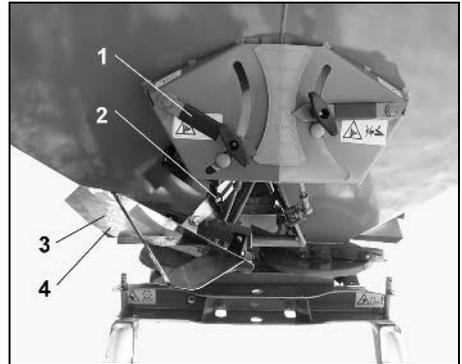
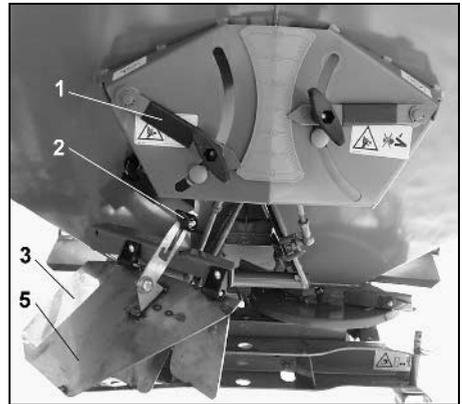

Fig. 49
Fig. 50
- Den linken Schieber (Fig. 49/1) schließen.
- Die Flügelmutter (Fig. 49/2) lösen.
- Den Grenzstreuschirm (Fig. 49/3) von der Außerbetriebsstellung (Fig. 49/4) in die Betriebsstellung (Fig. 50/5) nach unten schwenken.
- Flügelmutter (Fig. 49/2) anziehen.